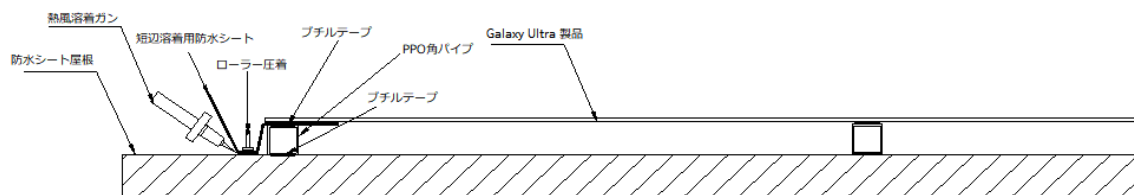
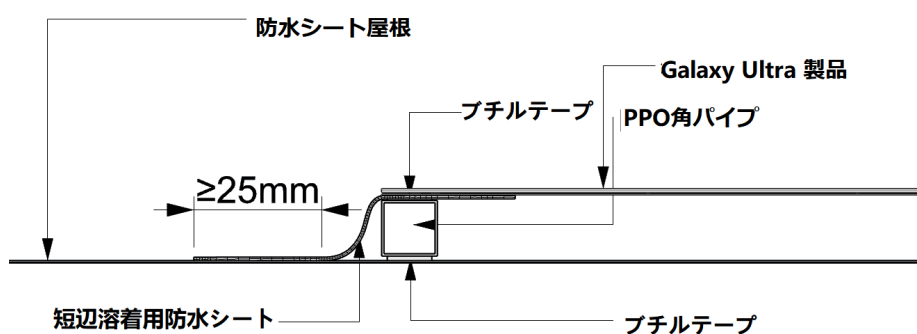

図 18
図 19
- Galaxy Ultra2.0 製品の両端の防水シートを固定した後、熱風溶着ガンを使用して防水シートに沿って全溶着を行います。溶着中はローラーで軽く圧着しながら作業してください（図 18 参照）。溶接後、防水シート屋根にしっかりと密着させてください。端部のシートの有効な溶接幅は 25mm 以上とします（図 19 参照）。